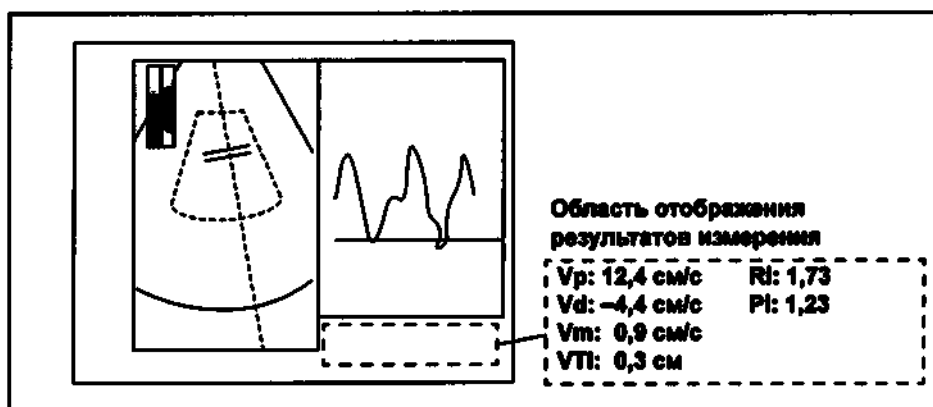

Рисунок 8.81
- 2 В области отображения результатов измерения показываются следующие результаты, как изображено на рис. 8.81.